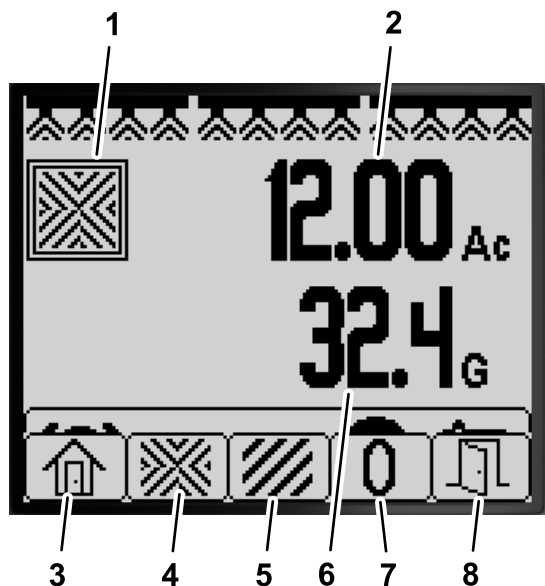

図 76
1. ホーム画面で、任意のボタンを長押しするとメインメニューが表示される 図 75と 図 76。
2. ボタン2を押して総面積Total Area画面へ行く 図 76。